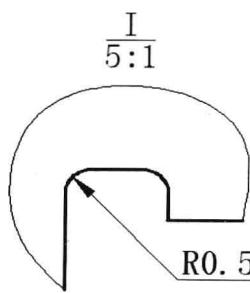
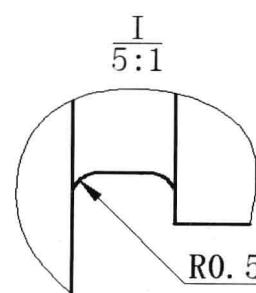

图 4-5-21
图 4-5-22
- (1) 双击素材文件“4-5-5.dwg”，打开未完成的局部放大图，如图4-5-21所示。
- (2) 单击“常用”选项卡，在“修改”面板中单击“延伸”按钮--/，或者选择菜单命令“修改/延伸”。
- (3) 命令行提示“当前设置：投影=UCS，边=延伸，选择边界的边...选择对象或 <全部选择>”，单击样条曲线作为延伸的边界，样条曲线会呈虚线显示，按Enter键。
- (5) 命令行提示“选择要延伸的对象，或按住Shift键选择要修剪的对象，或[栏选(F)/窗交(C)/投影(P)/边(E)/放弃(U)]”，分别单击需要延伸的垂直线顶端，所选对象就会延长至边界位置，按Enter键结束延伸操作，修改后如图4-5-22所示。